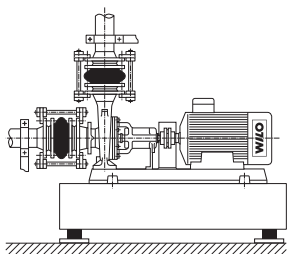

Fig. 9: Spänningsfri anslutning av pumpen
- Rörledningarna får inte överföra några krafter till pumpen. De ska fångas upp omedelbart före pumpen och anslutas spänningsfritt (se fig. 9).
- Rörledningarnas uttänjning vid temperaturökning ska kompenseras med lämpliga åtgärder (se fig. 9). Undvik luftintag i rörledningarna med lämpliga installationer.